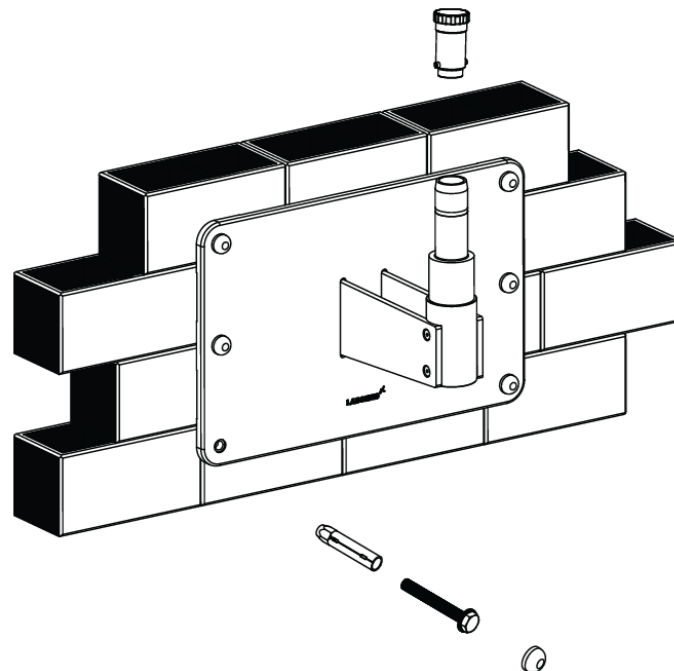

Abb. 22
3. Montieren Sie den Arm auf der Wandhalterungsstange (siehe Abb. 22) und setzen Sie den Gewindestopfen wieder ein.